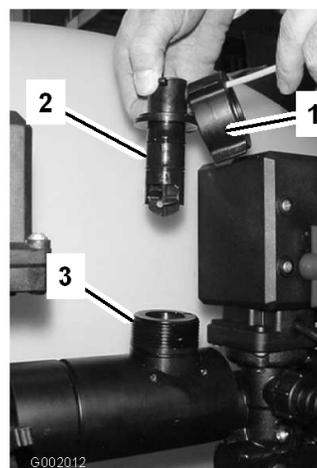

図 73
2. フローメータのボディーについているリテーナ・キャップを取る(図 73)。